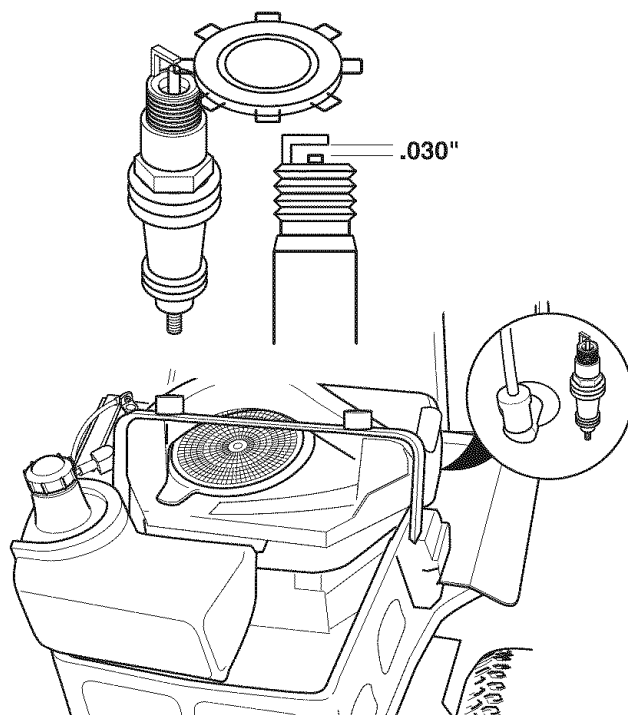

Figura 27. Entrehierro de la Bujía
2. Limpie el área alrededor de la bujía (A, Figura 27).